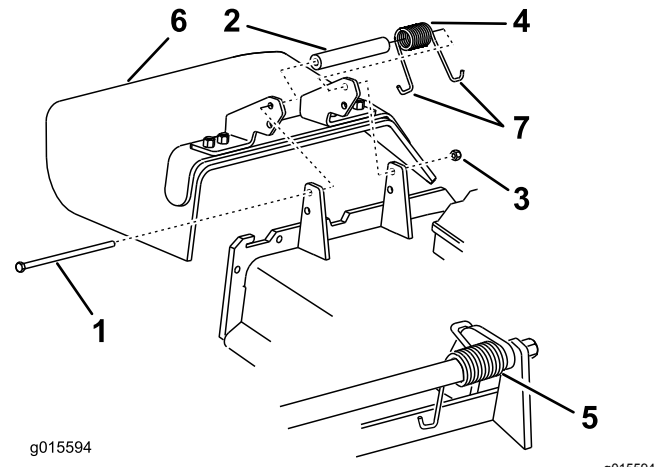

Figure 99
1. Retirez le contre-écrou, le boulon, le ressort et l'entretoise qui fixent le déflecteur aux supports de pivot (Figure 99).
**Remarque:** Prenez soin de placer une extrémité en J du ressort derrière le bord du tablier avant de mettre le boulon en place, comme montré à la Figure 99.
5. Accrochez une extrémité en J du ressort au déflecteur d'herbe (Figure 99).